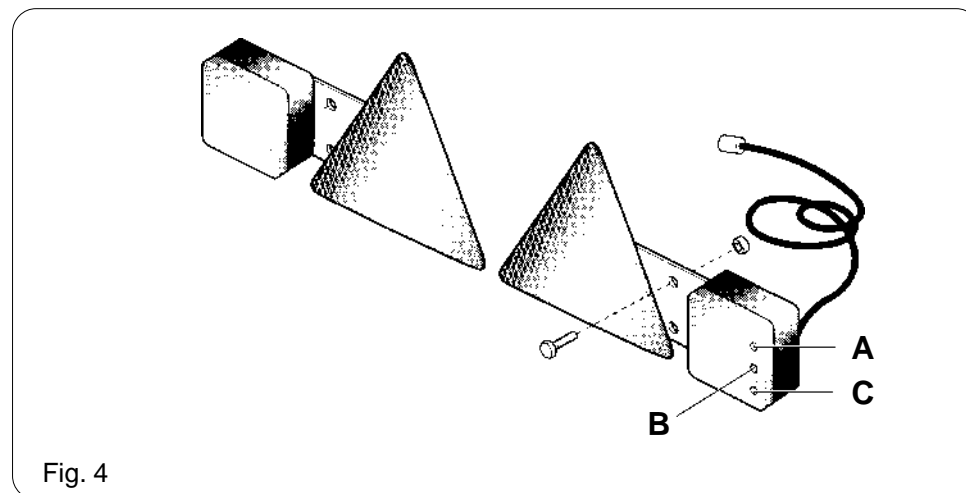

Fig. 4
35) Qualora gli ingombri costituiti da attrezzature portate o semiportate occultino la visibilità dei dispositivi di segnalazione e di illuminazione della trattrice, questi ultimi devono essere ripetuti adeguatamente sulle attrezzature, attenendosi alle normative del codice stradale in vigore nel relativo paese. Accertarsi, quando in uso, che l'impianto luci sia perfettamente funzionante. Si rammenta inoltre che la corretta sequenza segnaletica dei fanali prevede (Fig. 4):
also be installed on the equipment itself, in conformity with regulations of the highway code of the country involved. When in operation make sure that the lighting system is in perfect working order. It is also important to remember that the correct signalling sequence of the headlights includes (Fig. 4):
dem Schlepper angebrachten Ausrüstungen und Geräte die Sichtbarkeit der Signalisierungs- und Beleuchtungsvorrichtungen des Schleppers verdecken, müssen diese Vorrichtungen auch an den Ausrüstungen angebracht werden, wobei die Vorschriften der im jeweiligen Anwendungsland geltenden Straßenverkehrsordnung zu beachten sind. Beim Gebrauch ist zu kontrollieren, daß die Anlage einwandfrei funktioniert. Nachstehend wird die korrekte Sequenz der Leuchten angegeben (Abb. 4):
35) *Lorsque les encombrements constitués par des équipements conduits ou semiconduits cachent la visibilité des dispositifs de signalisation et d'éclairage du tracteur, ceux-ci doivent être reproduits de façon adéquate sur les équipements, en respectant les normes du code de la route du pays en question. S'assurer que l'installation des phares fonctionne parfaitement lors de l'utilisation. On rappelle en outre que la séquence de signalisation correcte des feux prévoit (Fig. 4):*
35) Si las dimensiones de los aparatos cargados o semi-cargados no permiten la visibilidad de los dispositivos de indicación e iluminación de la motriz, dichos dispositivos deberán ser instalados adecuadamente sobre los aparatos en sí, ateniéndose a las normas del código del tránsito vigente en el País. Asegurarse, mientras viene utilizado, que la instalación de las luces se encuentre perfectamente en función. Se recuerda, además que la correcta secuencia de las indicaciones de los faros prevé (Fig.4):